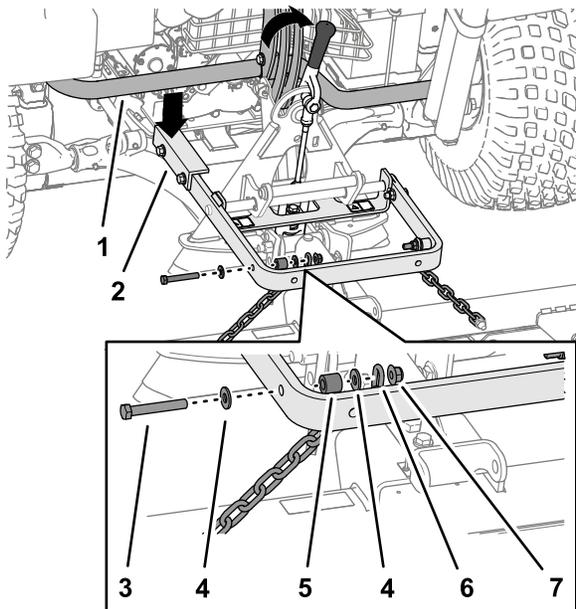

図 7
重要 昇降アームアセンブリの長いアームが、トラクションユニットの後フレームアセンブリの下に来るのが正しい位置です 図 7。
アタッチメントアダプタを動かす時には、必ずアダプタの後部についているハンドルを使うこと 図 7。
5. 各チェーンの一番上のリンクを、昇降アームの外側に取り付けるボルト $\frac{3}{8}$ x $2\frac{1}{2}$ "、ワッシャ $\frac{3}{8}$ x $\frac{7}{8}$ "2枚、スペーサ、ロックナット $\frac{3}{8}$ "を使用 図 7を参照。